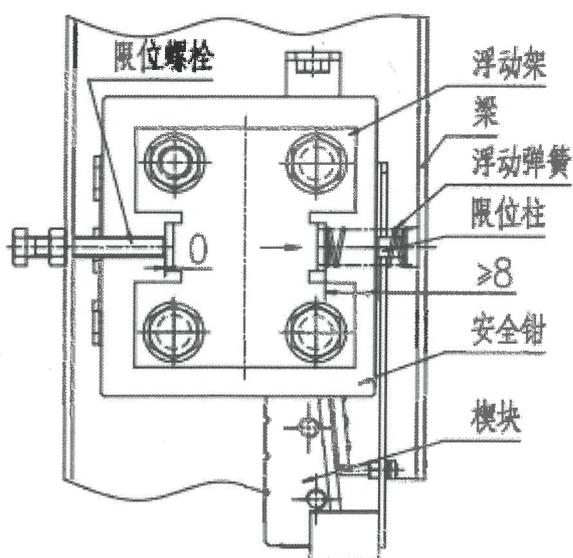

图 7
2.3.4. 浮动架与限位柱的距离为 $\geq 8\text{mm}$ (图 7)。
2.3.5. 安装后，推动安全钳压缩浮动弹簧，安全钳能移动，撤除外力后，安全钳能回到初始位置(图 7)。